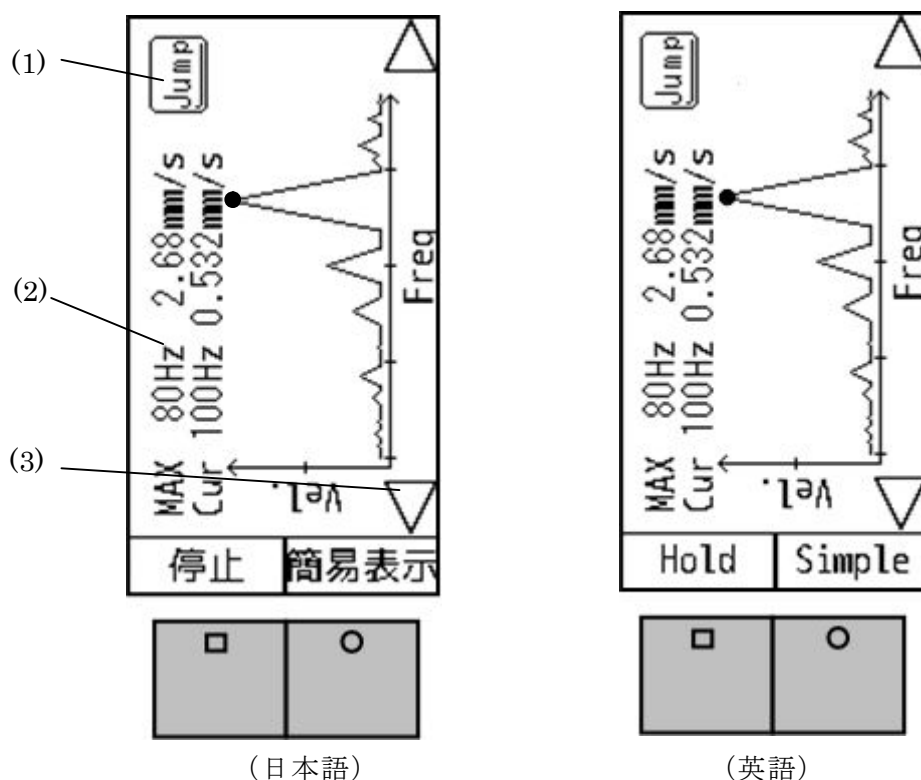

Fig.5-2 FFT の詳細画面
(2) 最大値の周波数とその値を表示します。
(3) 多機能ボタンを押すと詳細画面が表示されます (Fig.5-2 参照)